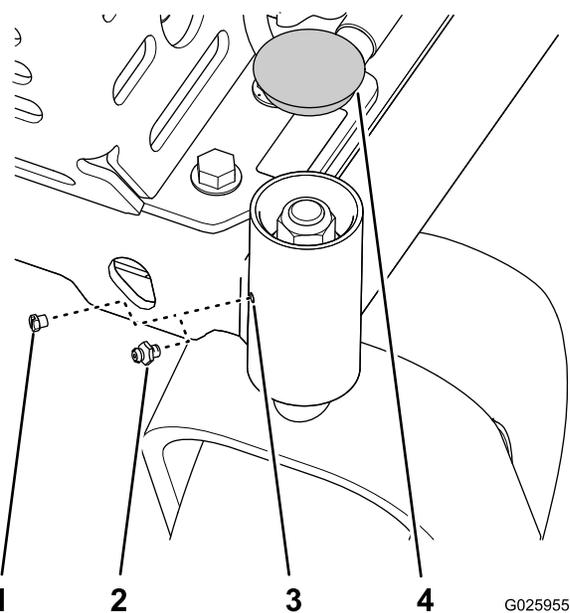

Figura 25
1. Retire la tapa y el tapón hexagonal de la parte superior del pivote de la rueda giratoria (Figura 25).
2. Enrosque un engrasador en el orificio (Figura 25).
3. Bombee grasa en el engrasador hasta que rezume alrededor del cojinete superior (Figura 25).
4. Retire el engrasador y vuelva a colocar el tapón que retiró en 1 (Figura 25).
5. Instale la tapa que retiró en el paso 1 (Figura 25).